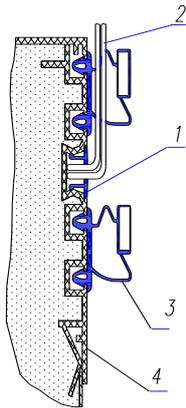
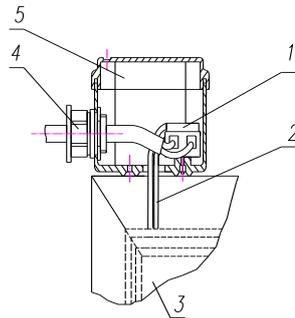
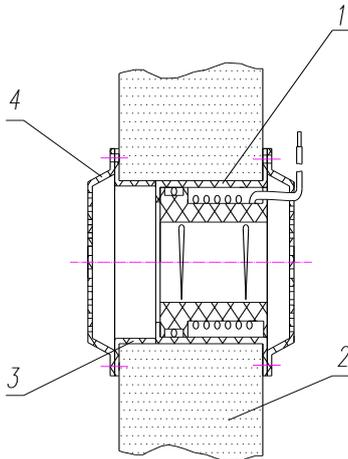

Fig.4 Installation de porte WEH
Fig.5 Connexion WEH porte
Fig.6 – Installation de la vanne de compensation
Lorsque les chambres de type kxh sont installés, il est nécessaire de fixer un WEH (electric heated fil) d'une porte (Fig. 4, Fig. 5) et une vanne de compensation (fig. 6) qui sont alimentés option.
- Supprimer le profil, item.1 (Fig. 4), insérer le WEH dans la fente profil de la porte (point 4), conduire les fils par les trous pratiqués dans le profil, point 1, et dans l'insert souple, point 3, et de les relier aux bornes de la boîte de jonction, article 5 (Fig. 5).
Lorsque la soupape de compensation est installé, trou \varnothing 65 mm doit être percé dans le panneau latéral. Procédez à l'installation en conformité avec la Fig. 6. Jamais placer la soupape dans la partie supérieure du panneau de face de l'ensemble monobloc.